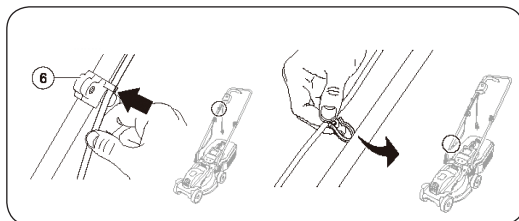

Рис. 4
4. Вставьте шнур питания в линейную карту (Рис. 4).